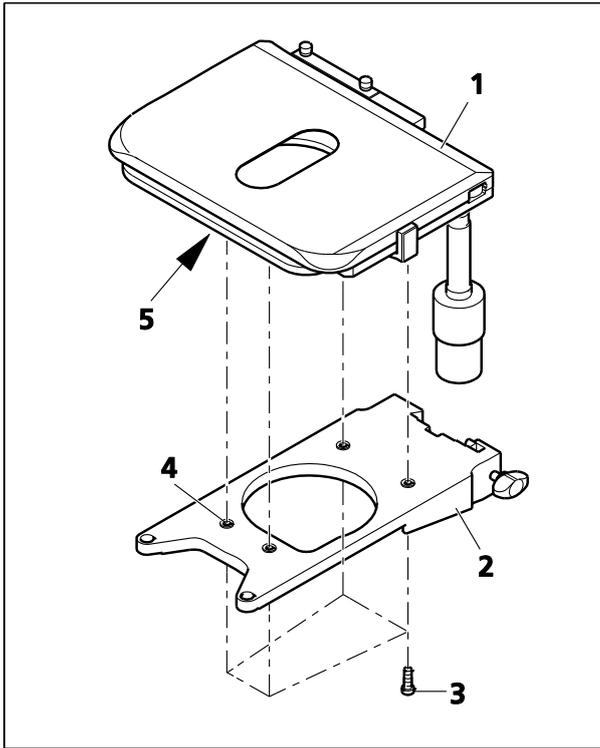

图 3-14 将机械载物台安装到载物台支架上
- 将载物台 (图 3-14/1) 置于载物台支架 (图 3-14/2) 上, 在上方将载物台底部的四个螺纹孔 (图 3-14/5) 与载物台支架的四个通孔 (图 3-14/4) 对齐。
- 将四颗紧固螺钉 (图 3-14/3) 从下方插入载物台支架, 然后将其拧入载物台底部。